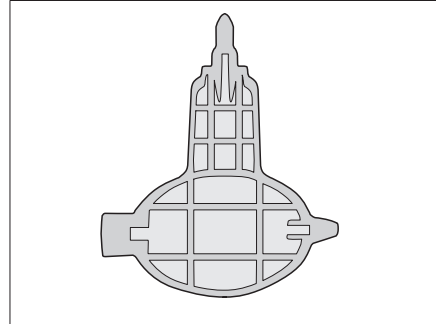

Bild 376 Schlüssel für Siphon (nur Alpa)
- ▷ Dem Modell Alfa liegt ein Schlüssel (Bild 376) zum Lösen des Siphons bei.